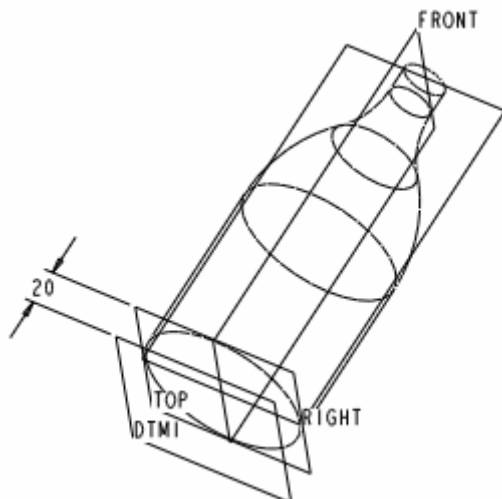

图 65-5
- (1) 单击基准特征工具栏中的 ，打开【基准平面】对话框。
- (2) 选择 TOP 基准平面，选择“偏移”方式，向下偏移“20”，单击【确定】按钮，完成基准平面 DTM1 的建立，如图 65-5 所示。